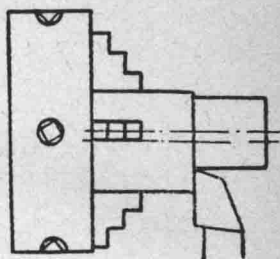

图13 偏心工件的车削方法。
6. 工件校正以后，把四个卡爪再拧紧一遍，开始车削（图 13）。